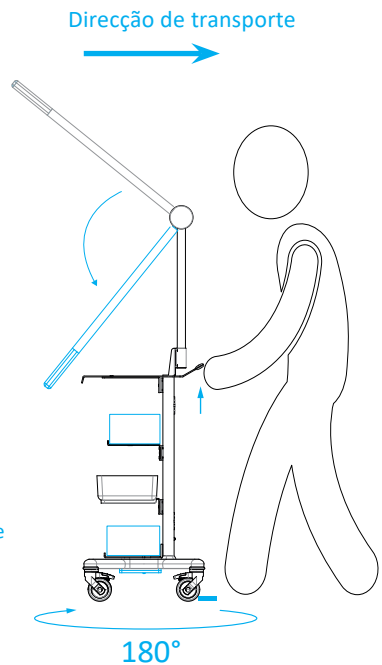

FIGURA 02
- A fim de evitar que o carrinho tombe, quando o carrinho estiver a passar por cima de obstáculos (por exemplo, cabos eléctricos ou soleiras das portas), é necessário segurar a pega do carrinho, virar 180° e puxar o carrinho como ilustrado na figura 02 das instruções de transporte na página 06. Se houver a presença do braço articulado, feche-o antes de mover o trólei.